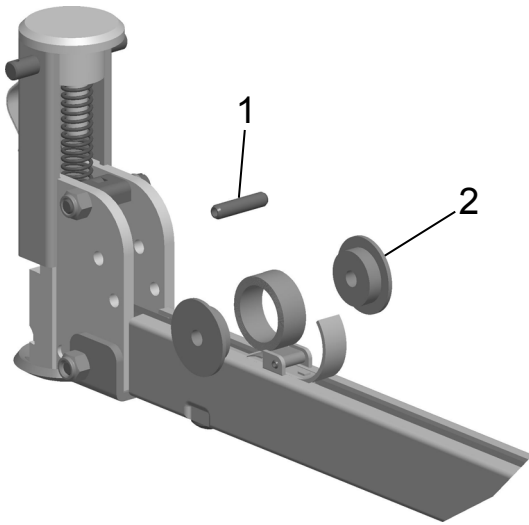

Fig. 17
2. Spannstift (Fig. 17/1) mit Durchschlag  $\varnothing$  4,9 mm entfernen.